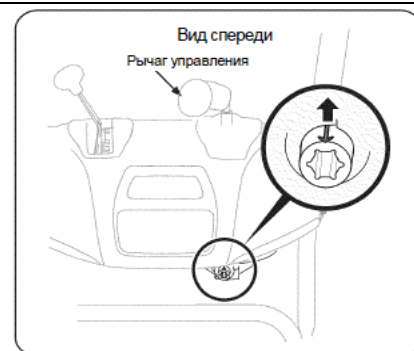

Рис. 6
6. Установите джойстик на один час положения часовой стрелки таким образом, что бы серебряная стрелка, расположенная на входном валу тяги была расположена ниже самой верхней точки панели управления. (См. Рис. 6).